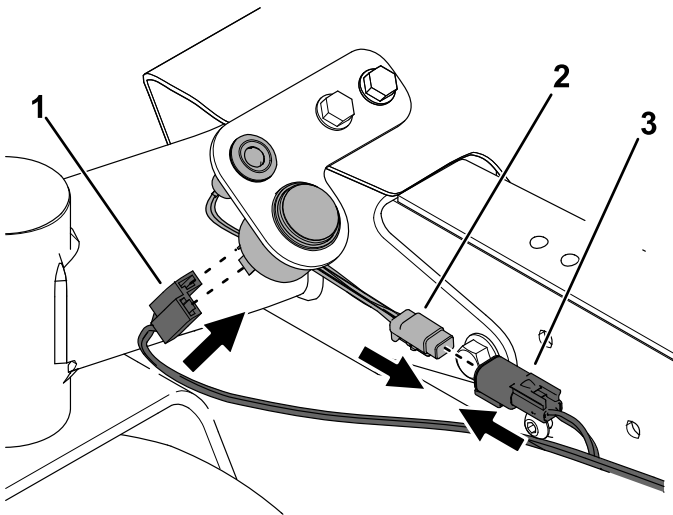

Figure 13
2. Branchez le connecteur de voyant sur le voyant et le connecteur d'alarme sur l'alarme (Figure 13).